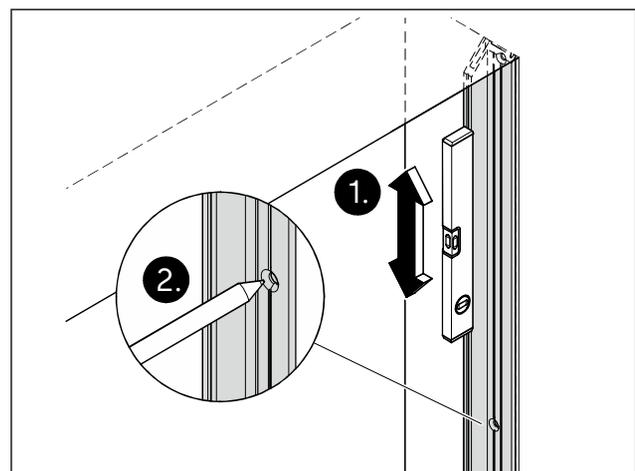

Abb. 24 Die Bohrlöcher des Zargen-Adapterprofils am Untergrund markieren
- Das Zargen-Adapterprofil senkrecht im Durchgang gemäß der Freigabebezeichnung ausrichten (Abb. 24).